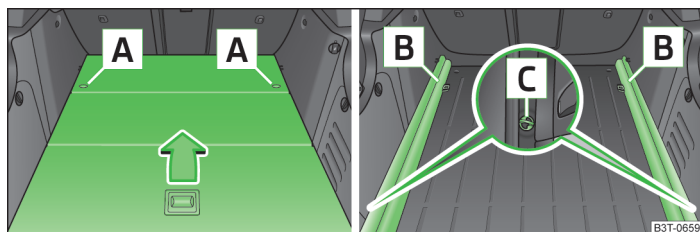

Fig. 96 Coffre à bagages : démontage du plancher de chargement variable/
- Déverrouillez le plancher de chargement variable en faisant tourner les œillets de fixation **A** » fig. 96 de 90° env. vers la gauche.